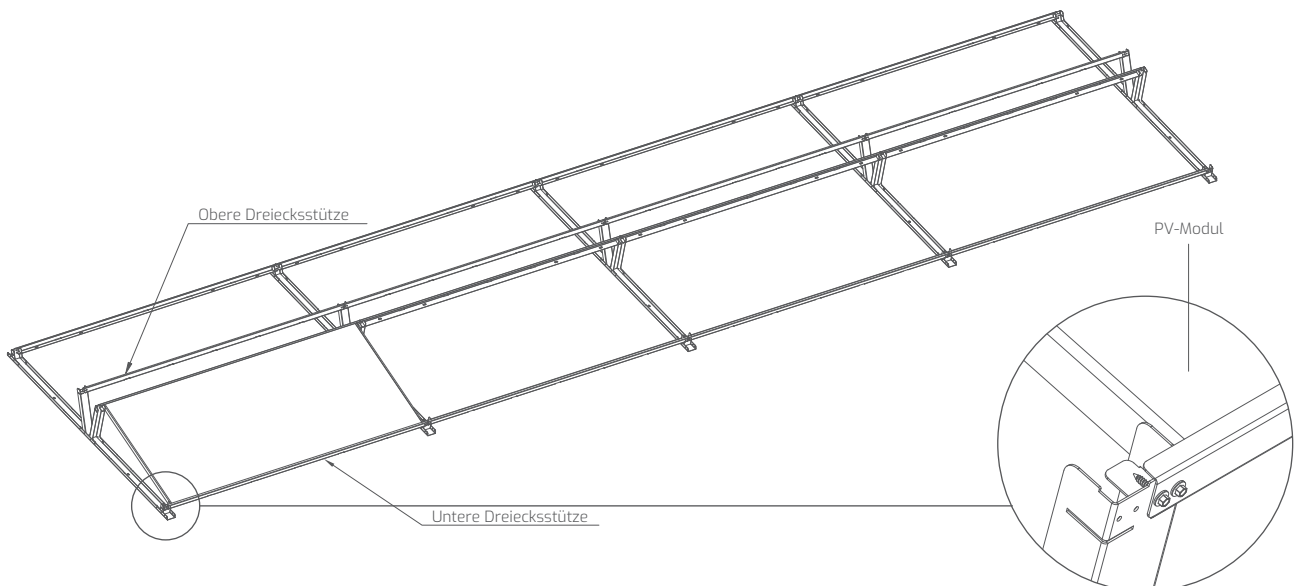

Abb. 4 Befestigung der Module am Winkel
- 3** Beim invasiven System erfolgt die dauerhafte Verbindung des Montagedreiecks mit dem Dach mittels einer Doppelgewindeschraube und eines chemischen Dübels (Abb.4).